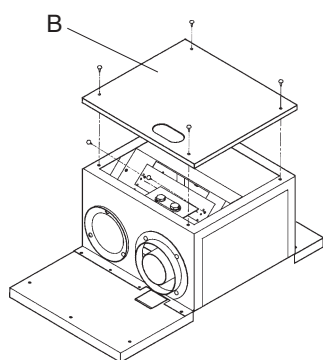

Fig. 3.14
- svitare le 4 viti di fissaggio e rimuovere il coperchio (B) della camera stagna (fig. 3.14)